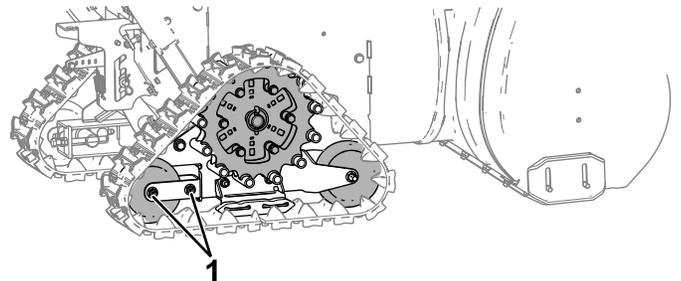

Bild 26
- Lösen Sie die Muttern am hinteren Laufradjoch leicht (Bild 26).